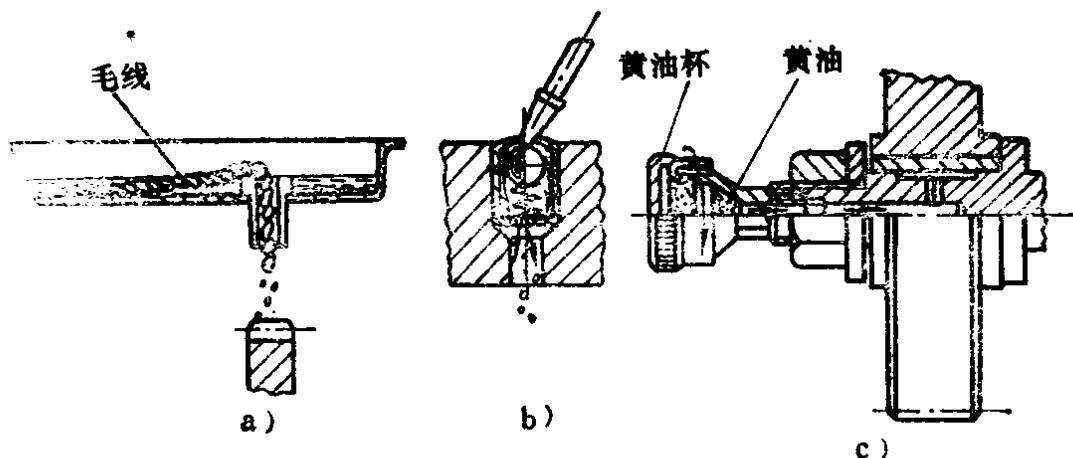

图1-4 润滑的几种方式
3. 油绳润滑 将毛线浸在油槽内，利用毛细管的作用把油引到所需润滑的部位，如图 1-4 a 所示。车床进给箱内的润滑就是采用这种方式。每班必须给进给箱上部的储油槽加油一次。
4. 弹子油杯润滑 车床尾座和中、小滑板摇手柄转动轴承部位，一般采用这种方式。润滑时，用油嘴将子弹撤下，滴入润滑油，如图1-4 b 所示，每班至少加油一次。
5. 油脂杯润滑 车床挂轮箱的中间齿轮等部位，一般用油脂杯润滑。润滑时，先在油脂杯中装满油脂，当拧进油杯盖时，润滑油就挤入轴承套内，如图1-4 c 所示。每周加油一次，每天向轴承中旋进一部分油脂。